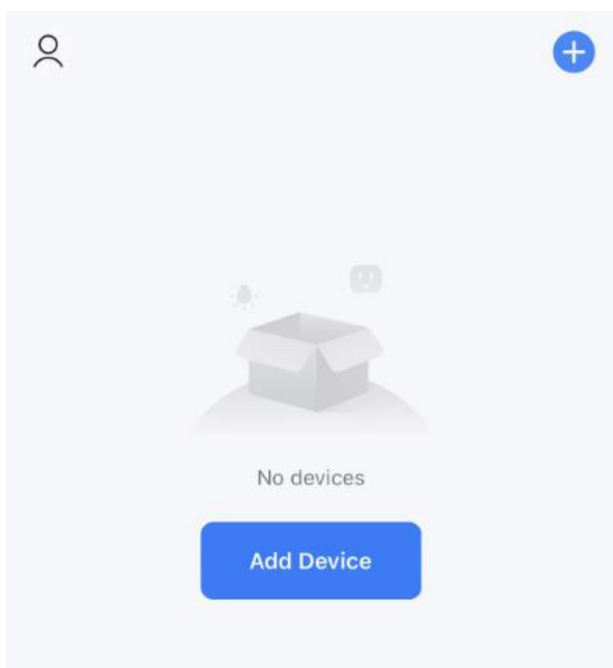
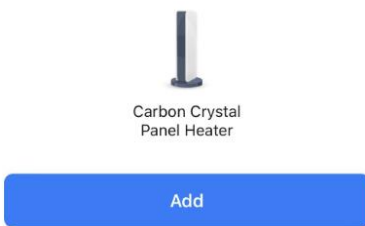
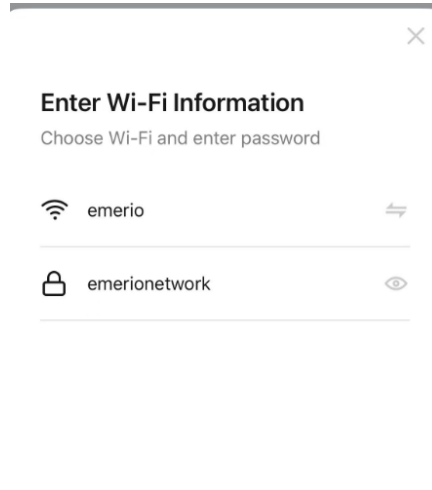
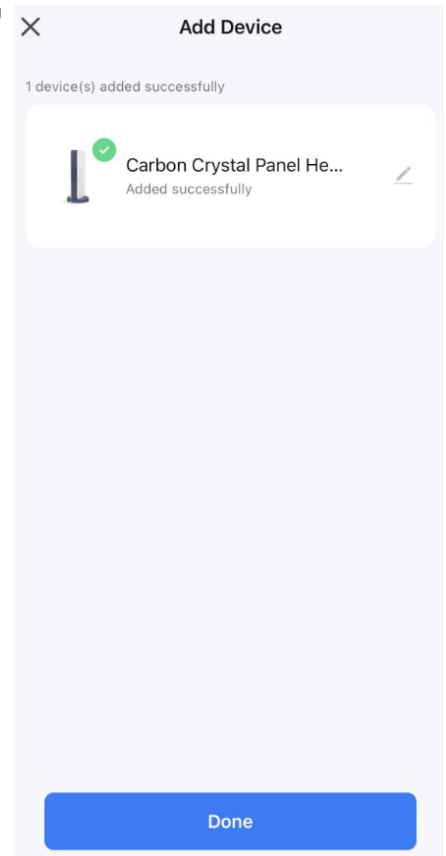

Abb. 1
Abb. 8
Abb. 9
Abb. 10
2. Registrieren Sie sich oder melden Sie sich in Ihrem App-Konto an. Tippen Sie oben rechts auf „+“ oder auf die Schaltfläche „Add Device“, um Ihr Gerät hinzuzufügen. (Abb.1) **Hinweis:** Wenn Bluetooth auf Ihrem Telefon aktiviert ist, wird das Gerät automatisch erkannt, wie in Abb. 8 gezeigt; tippen Sie auf „Add“ (Hinzufügen). Geben Sie die WLAN-Informationen ein, wie in Abb. 9, und tippen Sie dann auf „Next“ (Weiter). Warten Sie, bis Sie Abb. 10 erhalten und tippen Sie dann auf „Done“. Nun können Sie das Gerät über die App-Oberfläche bedienen. Tippen Sie auf die Schaltflächen, um Ihr Gerät einzustellen. Alternativ können Sie den nachfolgenden Schritten folgen, um das Gerät manuell hinzuzufügen.
- B. Timer-Taste (die gleiche Timer-Taste wie in Abb. 8)